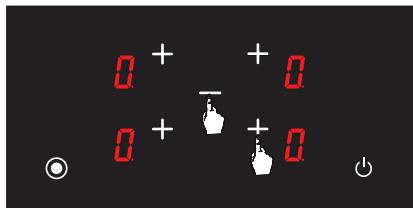

Рис. 17
2. Одночасно натисніть кнопку вибору передньої правої конфорки ( $+$ ) і кнопку «мінус» ( $-$ ) (див. рис. 17), після чого пролунає короткий попереджувальний сигнал. Потім зніміть пальці з панелі керування плитою.